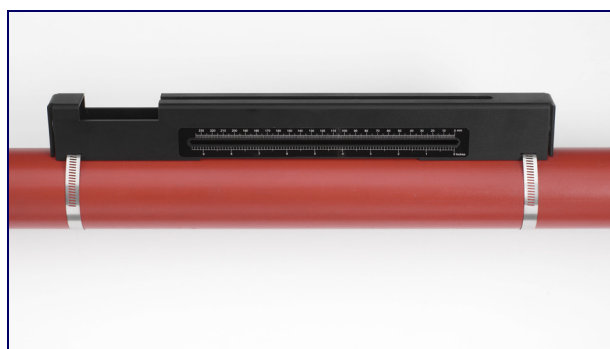

Figure 2.6
1. Positionner le rail de guidage à l'horizontale sur la canalisation à 45° par rapport au sommet de la canalisation et fixer à l'aide d'une sangle en acier inoxydable, comme illustré sur Figure 2.6.